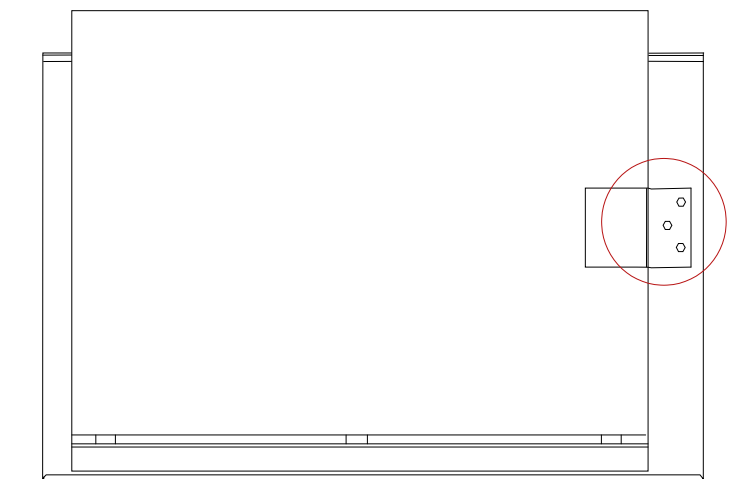

Рисунок 5.4 – Монтаж. Тип А
6. Установите крышку видеорегистратора и закрепите крепежную пластину из комплекта поставки кронштейна (Рисунок 5.4).